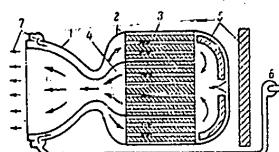

Рис. 4. Принципиальная схема ядерного с реактивного двигателя.
из сопла, образуя реактивную тягу. На рис. 4 приведена принципиальная схема одного из этих двигателей. Рабочее тело (7) — водород, как обладающий короткой способностью к дезинтеграции, с помощью насоса подается во внешнюю трубку сопла (1) и охлаждается ее, нагреваясь сам. Нагретый водород поступает в реактор (2), состоящий из урановых стержней и замедлителя графита. В активной зоне реактора (3) происходит ядерная реакция, в результате которой в течение длительного времени выделяется большое количество энергии. По мере продвижения водорода по активной зоне происходит его постепенный нагрев и ионизация. Из камеры высокого давления водород попадает в компонентный двигатель (4), с большой скоростью поступает в сопло и выбрасывается из него, образуя реактивную тягу.